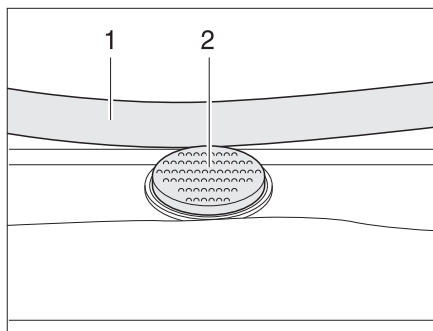

Fig. 43 Botón de seguridad en la claraboya Heki
- Pulsar el botón de seguridad (Fig. 43,2) y tirar la horquilla (Fig. 43,1) hacia abajo con ambas manos.
- Presionar el estribo hacia arriba con ambas manos hasta que la horquilla se encuentre encima del botón de seguridad (Fig. 43,2).